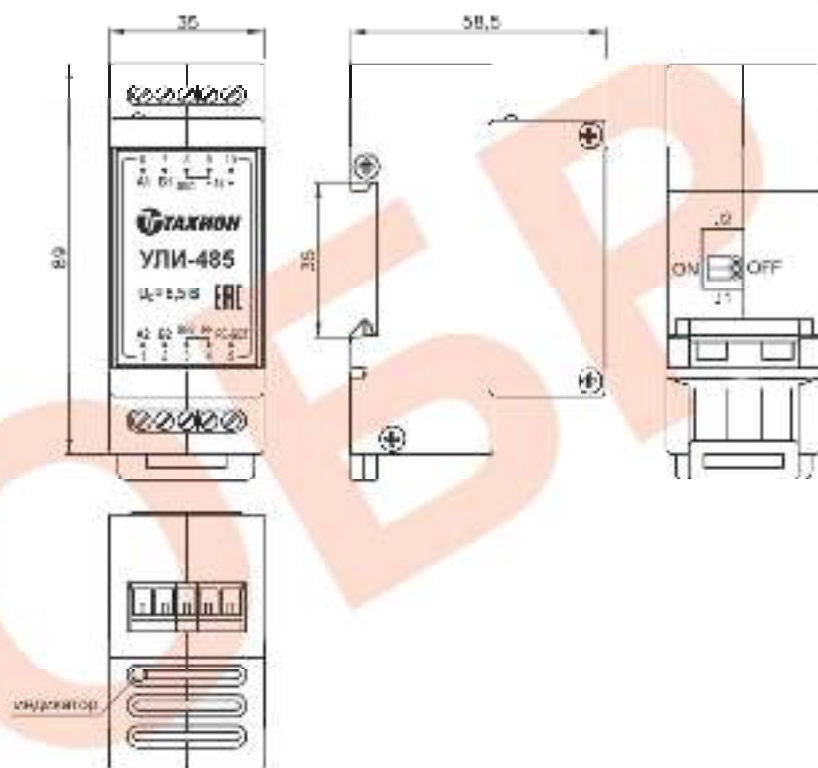

Рис.2
4. Габаритные и установочные размеры приведены на рис.2.
5. На торцевой поверхности УПИ-485 со стороны «Линия 1» установлен индикатор красного цвета для визуального контроля работы УПИ-485 и состояния линии связи (см. рис.2):